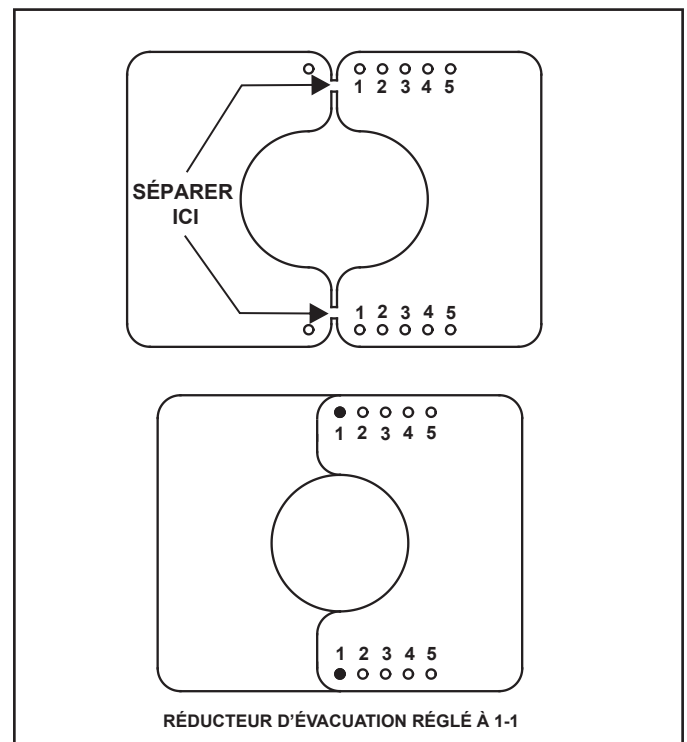

Figure 4.13 Installation d'un réducteur d'évacuation
2. Séparez le réducteur d'évacuation en deux morceaux. Vous pouvez y arriver en pliant la pièce d'avant en arrière, jusqu'à ce qu'elle se sépare en deux. Voir la figure 4.13.
3. Orientez et alignez les deux pièces du réducteur d'évacuation comme il est indiqué à la figure 4.13.